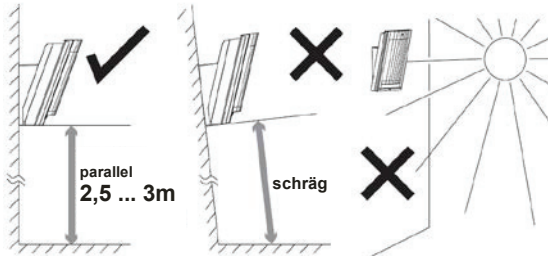

Abb. 1
- Der Melder sollte so installiert werden, dass die untere Fläche des Meldergehäuses parallel zur Ebene des zu erfassenden Bereichs liegt (die Installation kann entweder direkt an der Wand durchgeführt werden bzw. für die Ausrichtung des Melders kann das mitgelieferte Gelenk verwendet werden). Diese Bedingung hat einen großen Einfluss auf die Immunität gegen Fehlalarme (Abb. 1).